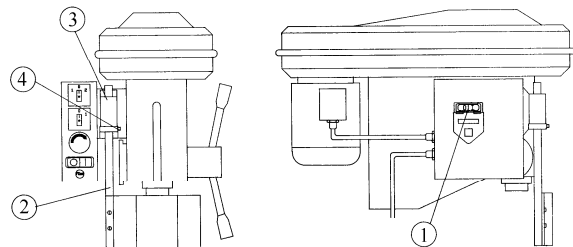

FIG.5
- A - Monter l'axe (2 fig.5) dans le corps du protecteur (3 fig.5)
- B - Positionner l'axe (2 fig.5) et serrer la vis (4 fig.5)
- D - Appuyez sur le disjoncteur (1 fig.5)